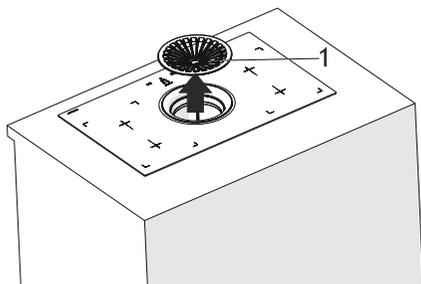

Fig. 10
1. ➤ Togliere il filtro a carbone attivo tirandolo verso la direzione della freccia (Fig. 10).